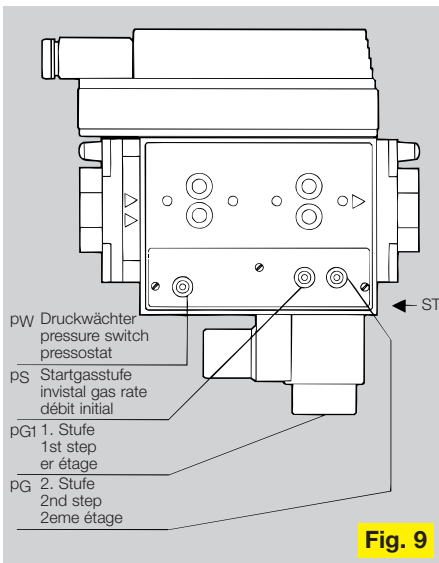

Fig. 9
der Druckregler durch Lösen einer Verschlusschraube (ST) in Startgasstellung gehalten werden (Fig. 9). Nach Einstellung Verschlusschraube wieder festziehen. Nach ca. 3 - 12 s Haltezeit gedämpfter Druckanstieg von  $p_S$  auf  $p_{G1}$  1. Stufe (Fig. 10). Mit dem Anlegen der Spannung an die Magnetspule Antrieb „Z“ steigt der Ausgangsdruck  $p_G$  bis auf den eingestellten Wert der 2. Stufe (Fig. 10).
coil(s), valves 1 and 2 open. For the adjustment of the start gas pressure, the governor can be kept in the start gas position by loosening the screw plug (ST) (Fig. 9). Following the precision adjustment retighten screw plug. After approx. 3 - 12 s damped pressure increase from  $p_S$  to  $p_{G1}$  1st step (Fig. 10). When applying voltage to the solenoid coil actuator "Z" the outlet pressure  $p_G$  increases up to the set value of step 2 (Fig. 10).
bobine(s) d'électro-aimant les vannes 1 et 2 s'ouvrent. Pour le réglage de la pression de gaz initiale, le régulateur peut être tenu dans la position de débit initial, en desserrant le bouchon (ST) (Fig. 9). Après le réglage précis resserrer le bouchon. Après 3 - 12 s environ augmentation amortie de  $p_S$  à  $p_{G1}$  1er étage (Fig. 10). Avec l'alimentation de la tension à la bobine d'électro-aimant commande "Z" la pression aval  $p_G$  augmente jusqu'à la valeur ajustée du 2ème étage (Fig. 10).
**Achtung!** Zur Einstellung der 1. Stufe mittels Imbusschlüssel SW, 2,5 muß 25 mm Freiraum zur Verfügung stehen (Fig. 9). Die Drücke  $p_G$  und  $p_G$  2. Stufe werden auf
**Attention!** The adjustment of the 1st step via Allen key SW, 2.5 requires 25 mm free space (Fig. 9).
**Attention!** Pour l'ajustement du 1er étage au moyen d'une clé Allen SW 2,5, il faut une espace libre de 25 mm (Fig. 9).